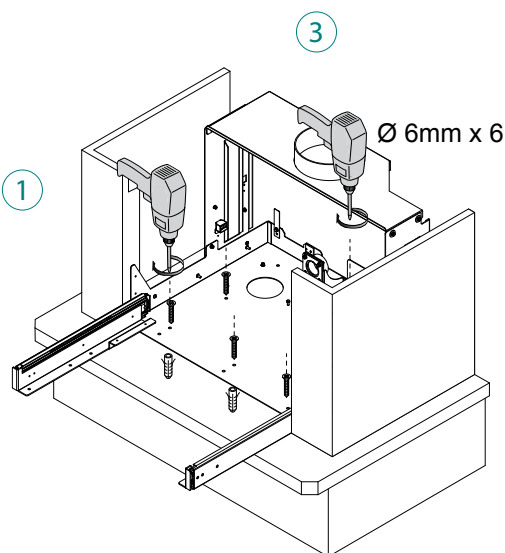

fig. 6.1.9
- 9) Inserire i pioli da 6 mm nei fori realizzati e fissare la struttura portante con le viti. (3) - (fig. 6.1.9).